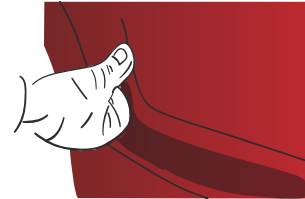

Abbildung 10
- › Auf 30 °C bis 40 °C erhitzen und mit dem Daumen in der Vertiefung nach unten fahren, um die Folie anzudrücken. (Abb. 10)